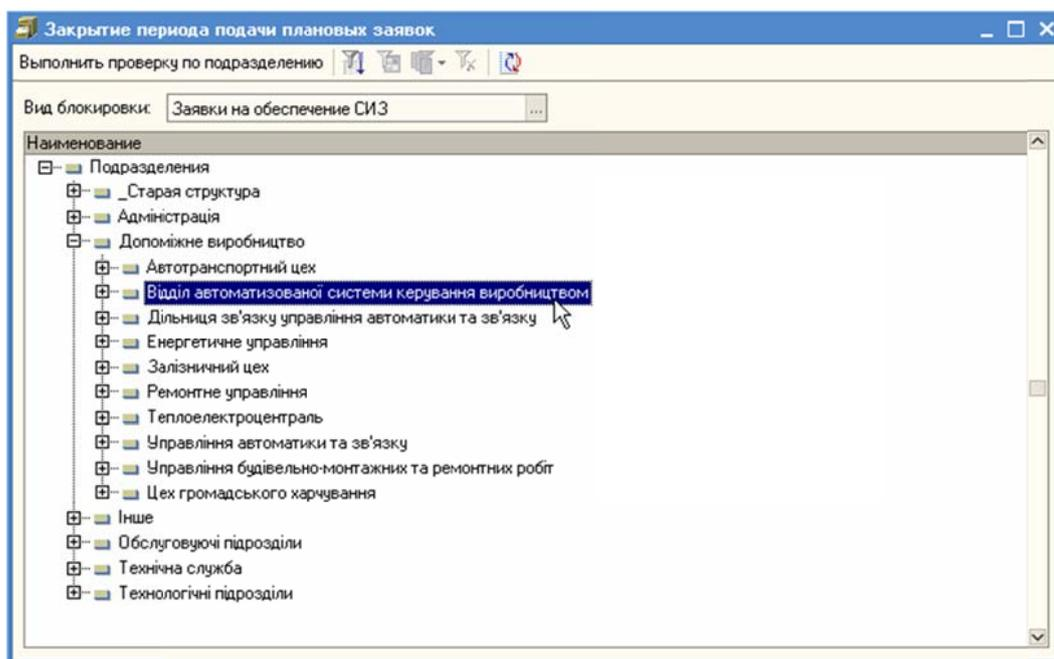

Рисунок 123 – Выбор подразделения, для которого требуется заблокировать период
2. Выбрать подразделение (Рисунок 123), для которого необходимо заблокировать период подачи заявок.